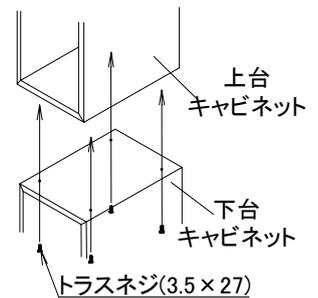

図11-3
- ④下台キャビネットに上台キャビネットをのせ、上下キャビネットの前面側面を合わせ下台キャビネットの天板に加工した下穴からネジ(トラスネジ3.5×27)で連結してください。(図11-3)